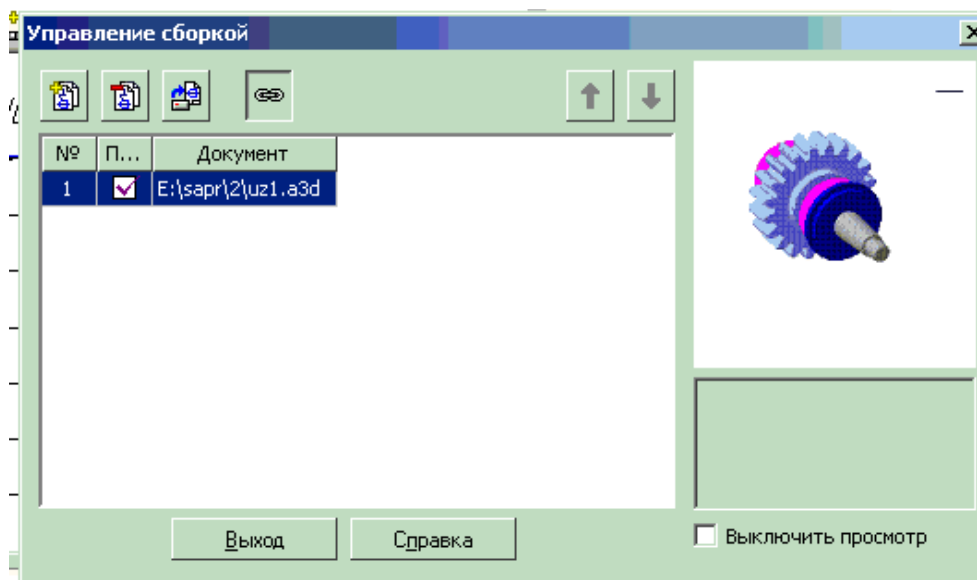

Рис. 5
31. Подключите опции **Заполнить основную надпись** и **Передавать изменения в документ** (рис.5). Нажмите кнопку **Выход**.